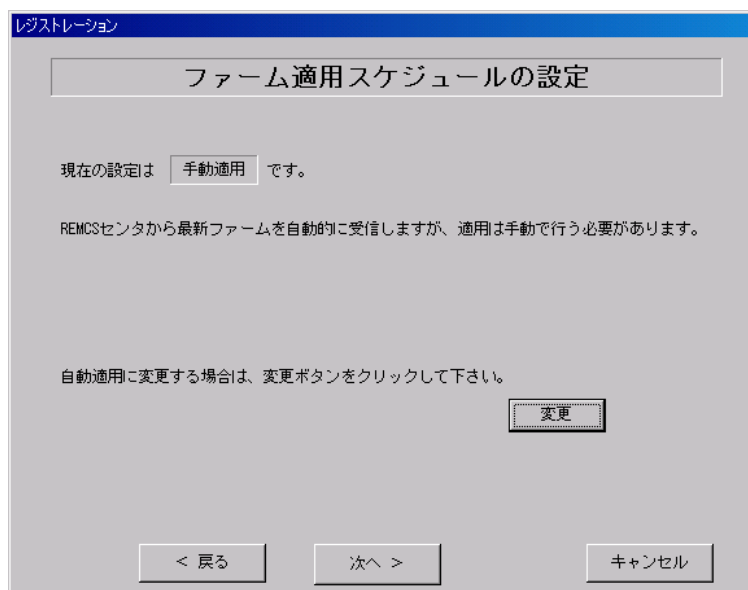

図 4-35 ファーム修正適用のスケジュール設定(インターネット接続)
- 21** ファーム修正適用のスケジュールを設定します(図 4-35、表 4-21)。手動適用／自動適用のいずれかを指定できます。[変更]をクリックしてご希望の適用方法に合わせてください。